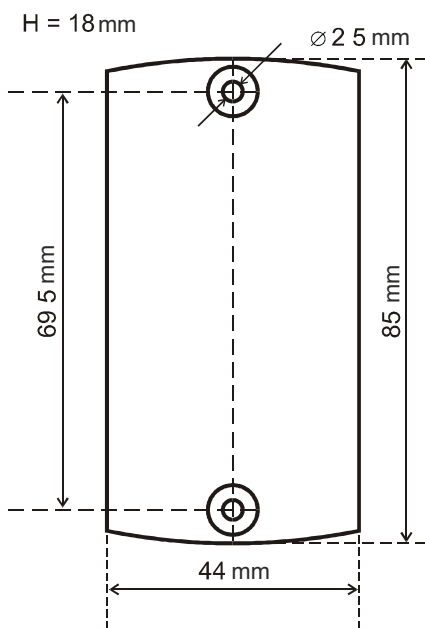

Fig. 1
1. Marker og drill monteringshull på samme størrelse som hullene i leserboksen (fig. 1)